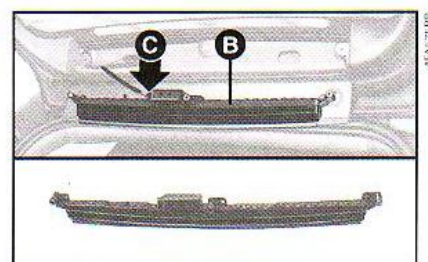

fig. 35
2) Soltar a conexão **C**-fig. 35.